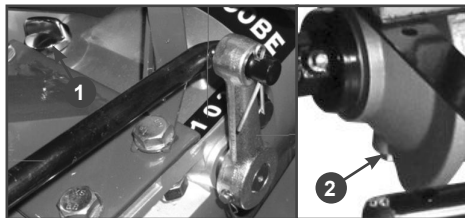

Рис. 21 Отверстия для замены трансмиссионного масла
- Очистите от загрязнений зону вокруг маслозаливной горловины коробки передач. Выкрутите крышку-щуп 1 (Рис. 21) горловины, протрите щуп насухо.
- Открутите сливной болт редуктора 2 (Рис. 21) и слейте масло в специальную емкость.